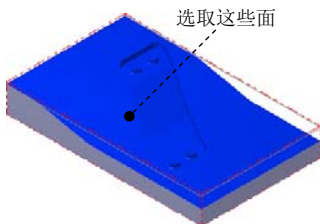

图 14.6 选取加工面
(1) 选取加工面。在图形区中选取图 14.6 所示的所有面（共 41 个面），然后按 Enter 键，系统弹出“刀具路径的曲面选取”对话框。